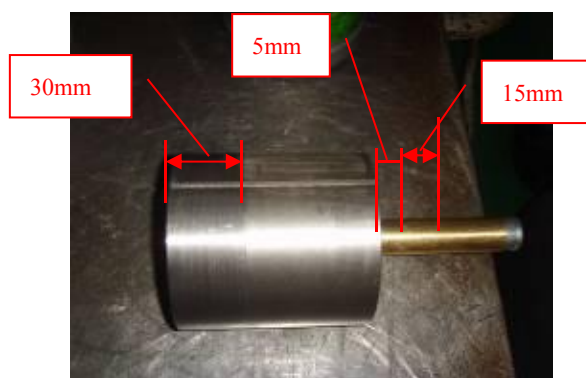

图 12 柱塞润滑脂涂抹位置
**步骤 6:** 完成以上步骤后, 在柱塞头部圆周 (图 12 中 30mm 范围) 与顶杆 (图 12 中 15mm 范围) 均匀涂少许润滑脂, 可用二硫化钼或锂基脂, 注意涂抹薄薄一层 (厚约 0.05mm) 即可。